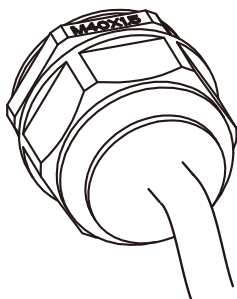

Рис. 5.11 Затягніть розподільну коробку змінного струму
3) Прикрутіть кришку блоку підключення змінного струму назад до корпусу та затягніть всі гвинти, щоб затягнути водонепроникний захисний роз'єм, як показано на Рис. 5.11